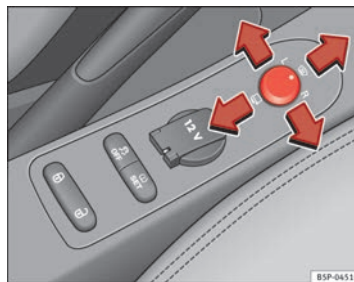

Fig. 90 Commande des rétroviseurs extérieurs ►
1. Tournez le bouton rotatif $\Rightarrow$ fig. 90 en position **L** (**rétroviseur extérieur gauche**).
- Tournez le bouton rotatif $\Rightarrow$ fig. 90 en position  pour rabattre les rétroviseurs extérieurs. Pour éviter tout dégât, il est conseillé de toujours rabattre les rétroviseurs extérieurs lorsque vous passez dans une installation de lavage automatique.